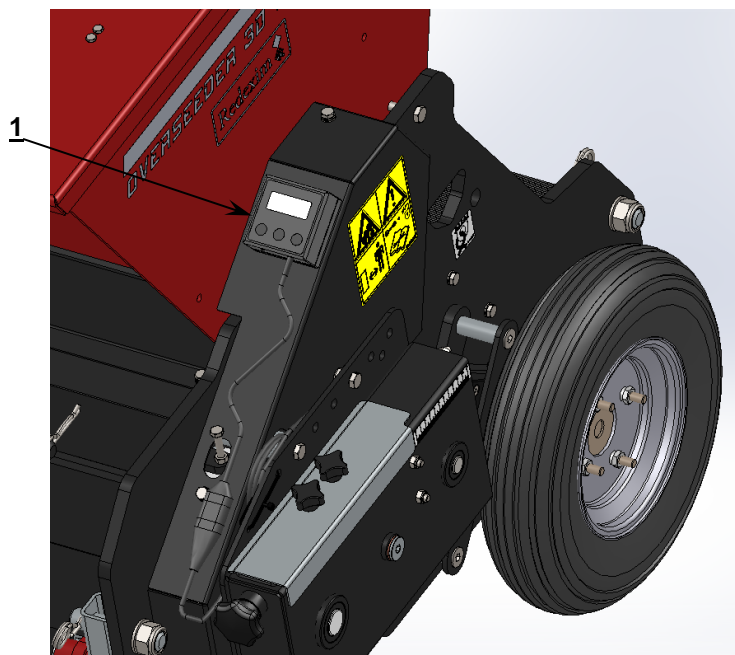

Figura 7
En la máquina está montado un medidor de superficie digital (1) (véase la **Figura 7**). Este medidor se puede usar para leer varios datos, como área trabajada, distancias, horas trabajadas, etc.